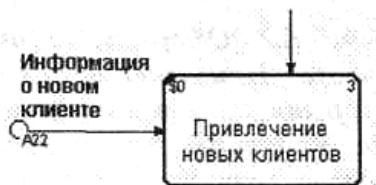

Рис. 13. Межстраничная ссылка на диаграмме A23
9) Перейдите на диаграмму A23D "Исследование рынка" и направьте стрелку «**Информация о новом клиенте**» на вход работы «**Привлечение новых клиентов**». Результат представлен на рис. 13.